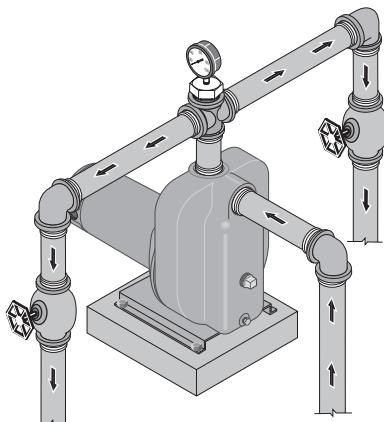

FIGURE 3 - TUYAUX D'ÉVACUATION MULTIPLES
Cette pompe est conçue pour être utilisée dans un étang, une citerne ou un puits à pointe filtrante. L'évacuation de la pompe peut être divisée pour alimenter deux (2) dispositifs ou plus d'arrosage automatique. Un exemple de tuyaux d'évacuation multiples est illustré à la figure 3.